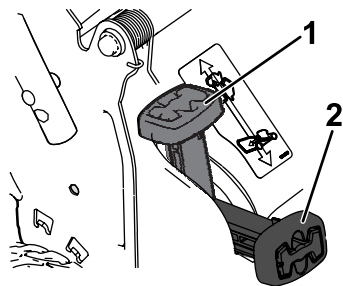

Figura 12
- **Se desejar recolher relva e aparas**, prima o botão na alavanca de uso do saco a pedido e desloque a alavanca para a frente até que o botão saia (Figura 12).